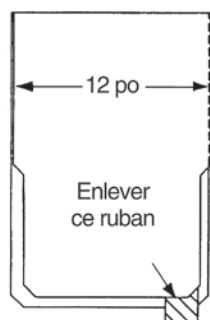

Figure 17-18 : Shangle Ridge®.
5. Avant de clouer les pièces, ne pas oublier de retirer le ruban qui protège l'adhésif entre les deux couches du bardeau (figure 17-18).